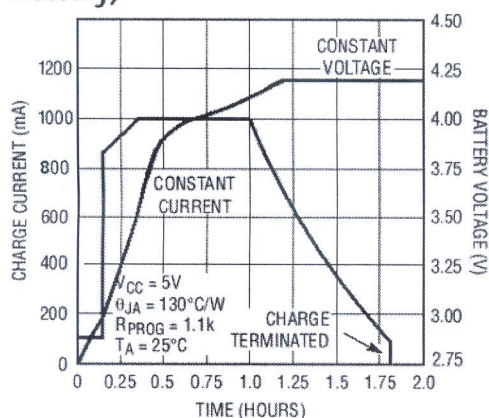

Figura 1 - a) Proceso de carga de batería; b) circuito acondicionador sugerido para el circuito integrado TP4056.
El proceso de carga de una batería LiPo consiste en una etapa de corriente constante y una de voltaje constante, como se muestra en la figura 1 a.
Utilizará el circuito integrado TP4056 acondicionado como se sugiere en la figura 1 b, con $R_{prog} = 1.1\text{ k}\Omega$ para que la corriente sea regulada como se presenta en la gráfica.
- b) Además del instrumento diseñado dispone de un amperímetro de 2 A de fondo de escala y resistencia interna $0,1 \Omega$. Indicar cómo se conectan el voltímetro y el amperímetro sobre el diagrama esquemático de la figura 1 b. Representar los instrumentos de medida mediante sus circuitos equivalentes (instrumento ideal + resistencia interna calculada). (10p)